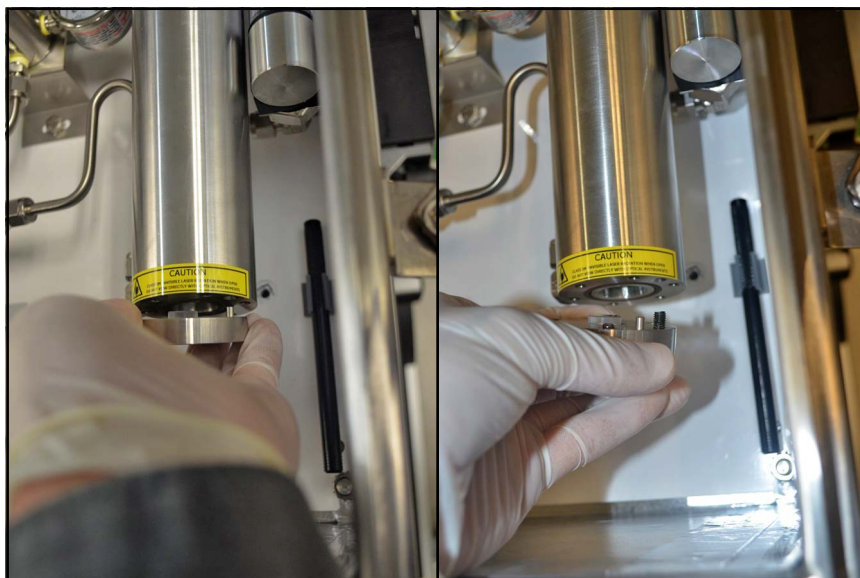

図 91: 鏡のエンドキャップアセンブリの再取り付け
11. 鏡を測定セルに合わせるときは、2つの部品を正しく接続するための「キー」に注意してください。鏡は、一箇所でのみ取り付けられるように調整されています。鏡アセンブリを回転させて、位置合わせピンを位置合わせピンスロットに合わせます（下の図 91 を参照）。